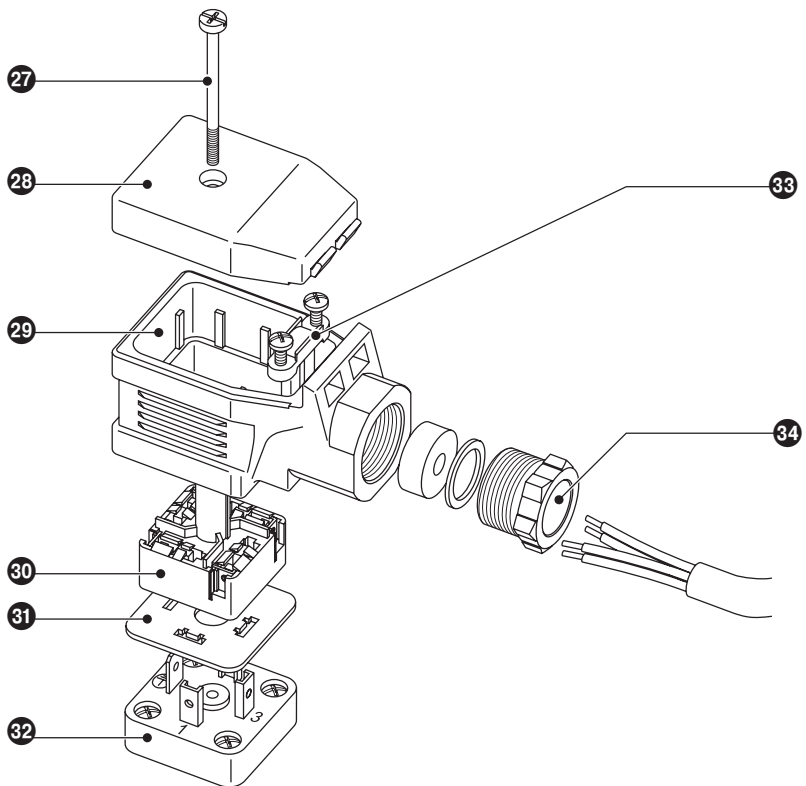

Fig. 11
1. Schraube 27 lösen. **Fig. 11**